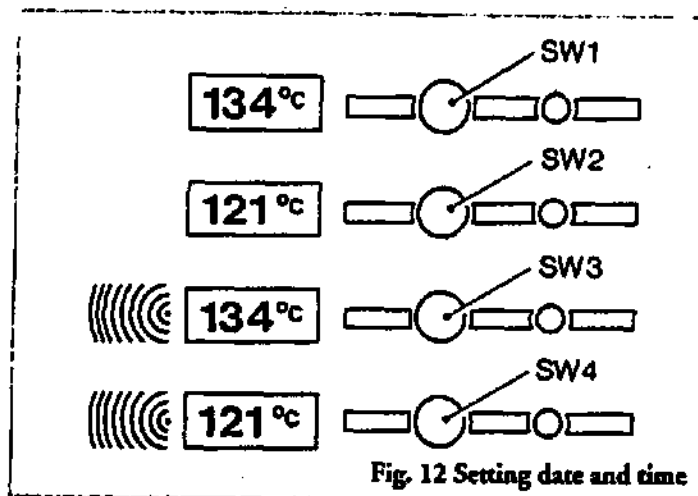

Fig. 12 Setting date and time
- (1) Основной выключатель установить в положение выкл. (0).
- (2) Обратитесь к рис.12. Нажмите и удерживайте в нажатом положении кнопки SW1 и SW4 одновременно затем включите основной выключатель (1).
- (3) На дисплее появится сигнал «01»
- (4) Далее действуйте как описано в параграфе 9 от (1) до (6).
9. Установка даты и времени (рис. 12).
- (1) На дисплее сигнал «01». Нажмите и удерживайте кнопку SW1 (рис. 12). Наблюдается изменение сигнала 02, 03 и т.д. до 12. При нажатии и удерживании кнопки SW2 цифры на дисплее будут уменьшаться. Используя кнопки SW1 и SW2 установите месяц (01-это Январь и т.д.). Нажмите кнопку SW3 для сохранения информации.
- (2) На дисплее появится сигнал «dy01» - это день месяца. Используя кнопки SW1 и SW2 установите на дисплее день месяца. Нажмите кнопку SW3 для сохранения информации.